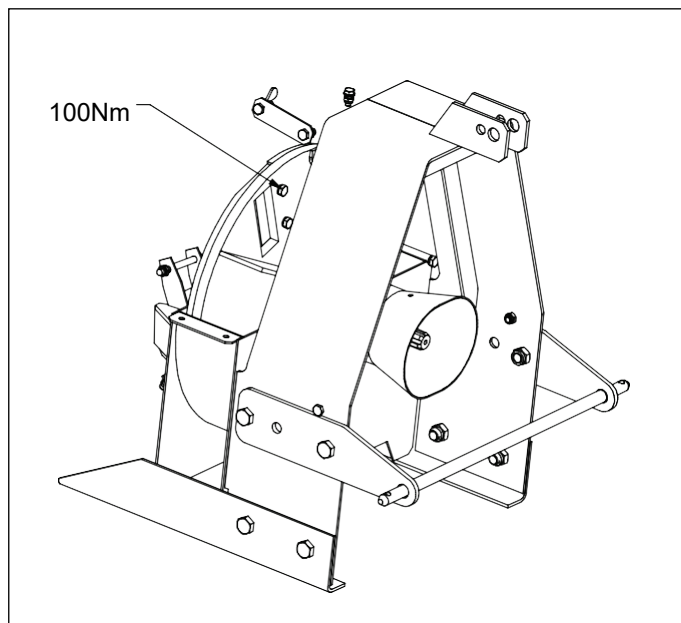

Fig 12. Retrait des boulons de fixation du couteau
1. Retirez les boulons de fixation du couteau (M12). Tournez la clé de manière à ce que vos mains ne touchent pas le couteau si la clé venait à glisser. Fig 12.